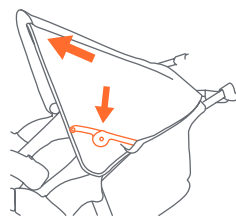

Fig. 8a
8) • **Para abrir la cubierta:** empuje hacia delante el borde delantero de la cubierta mientras sostiene la parte trasera de la misma en su sitio (Fig. 8a).